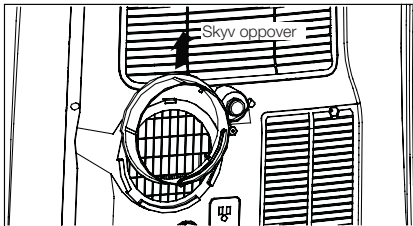

Fig. 4
2. Fjern overgangsstykket A fra enheten ved å skyve det oppover (Fig. 4).